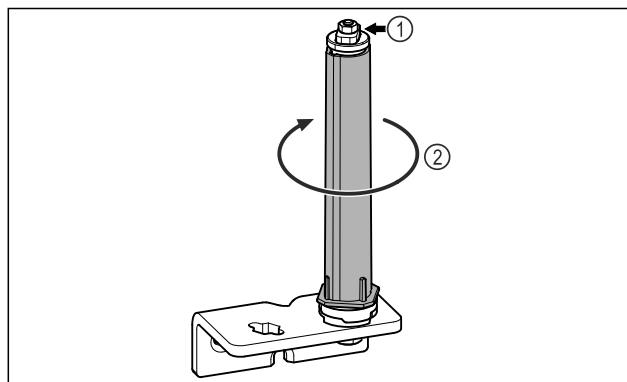

Fig. 29
- Älä pura ovijärjestelmää Fig. 29 (1) osiin.
- Käännä sulkujärjestelmää Fig. 29 (2), kunnes se naksahda.